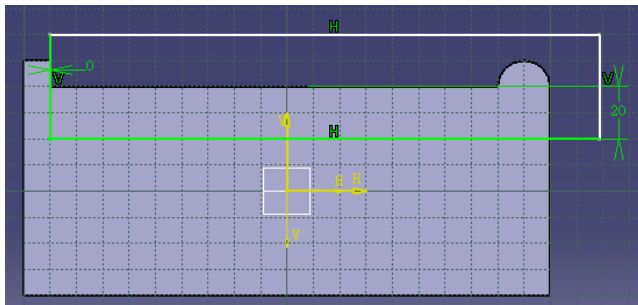

图 3-98
(2) 点击  后，长度设为 50mm。选择模型的前面后，用 Sketcher → Profile 画如图 3-98。用 constraint  设定尺寸后，点击 。